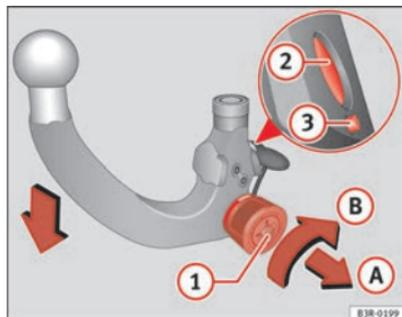

Fig. 155 Dispositivo di traino asportabile Caricare il gancio a testa sferica
- Inserire la chiave (1) ⇒ fig. 155 nella serratura della rotella e girarla verso il contrassegno rosso.
- Tirare la rotella in direzione della freccia (A), trattenerla e girarla in direzione della freccia (B) fino a quando non scatta il perno di bloccaggio (2) ed esce il perno di sbloccaggio (3) ⇒ ⚠.